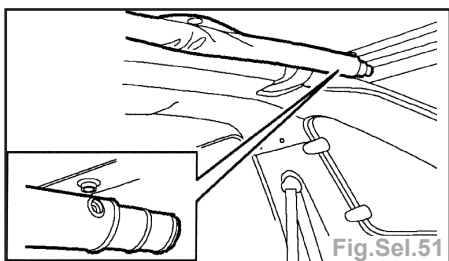

Fig.Sel.51
- Dégager le couvercle d'espace de chargement (Fig.Sel.51).